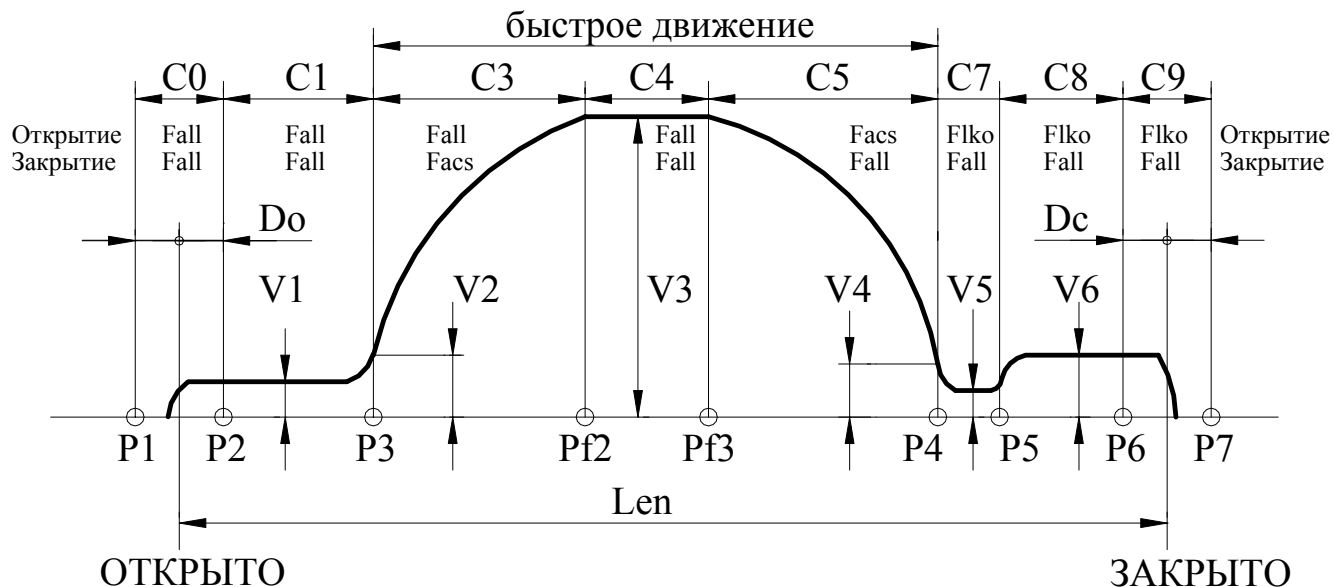

Рис.4. Траектория движения.
3.6.1. Рис.4, на котором показана траектория движения, отслеживаемая БУАД, поясняет назначение многих параметров, рассмотренных ниже. На рис.4 отображено также распределение сил на участках траектории отдельно при открытии и при закрытии (при переходе в режим удержания устанавливается соответствующая сила удержания).
- Если Var_sl=1, то точка препятствия запоминается и происходит замедление скорости движения при подходе к точке препятствия до $Vbar$. При отсутствии препятствия в том же месте, дальнейшее движение происходит по кривой, указанной на **рис.4**.
3.6.5.13. **Номер D** – C_vko (мм) – дополнительное смещение точки **P2 (рис.4)** для расширения диапазона удержания сигнала ВКО.
3.6.5.14. **Номер E** – C_vkz (мм) – дополнительное смещение точки **P6 (рис.4)** для расширения диапазона удержания сигнала ВКЗ.